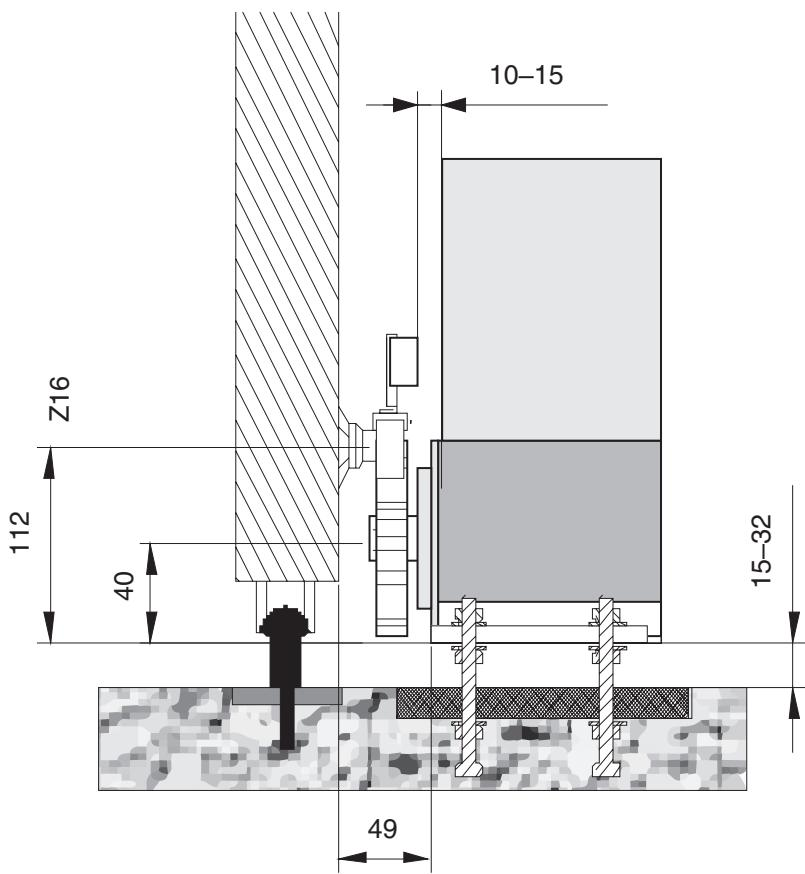

РИС. 1
3. Открутите два винта крепления верхней крышки привода (рис.1), приложите небольшое усилие потянув ее вверх и на себя и снимите ее (рис.2).
1. Установите С-профиль (1) на кронштейны крепления щита (2) и закрепите саморезами (рис. 1).
1. Вставьте ключ в замок (рис. 1).